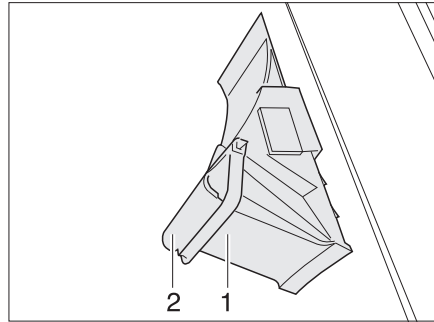

Bild 16 Stoppklossar
- Tryck ner bygeln (Bild 16,2).
- Ta ut stoppklossen (Bild 16,1) ur hållaren.